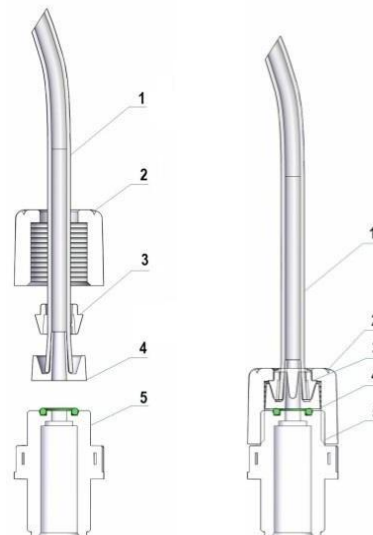

Fig.4 – Підключення шлангу до ніпелів
1. Від'єднати піни від електричної розетки або вимкнути живлення двополюсним вимикачем з мінімальним відстанню між контактами 3 мм (Рис. 4)